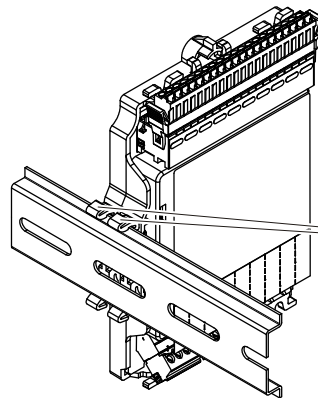
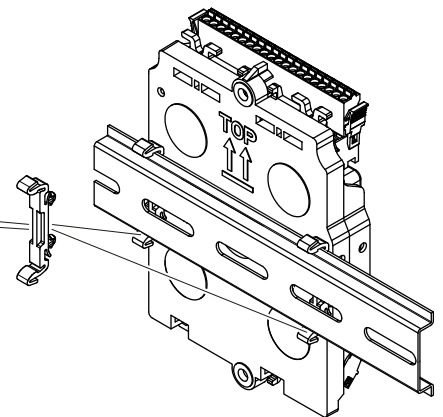

Fig. 3
Fig. 4
- Vertically or horizontally on a top hat rail (Fig. 3 or Fig. 4)
1. Insert **two** mounting feet into multi line separator module (Fig. 3 or Fig. 4).
- Auf einer Hutschiene stehend oder liegend (Fig. 3 oder Fig. 4)
1. Stecken Sie **zwei** Montagefüsse in den Mehrfach-Linientrenner (Fig. 3 oder Fig. 4).